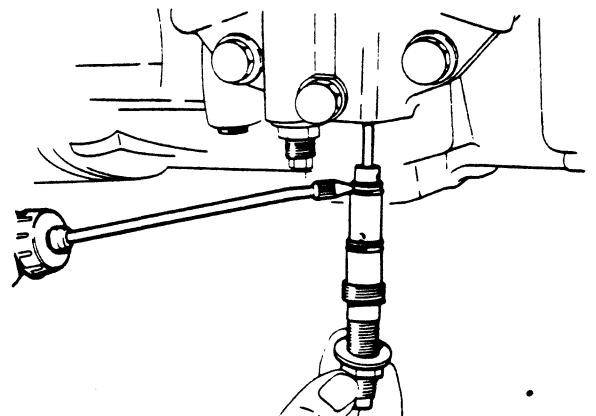

Fig. 7
- Monteer nieuwe ventielen, indien noodzakelijk, en gebruik nieuwe O-ringen. Voorzie de O-ringen van olie om beschadigen bij montage te voorkomen (Fig. 7).